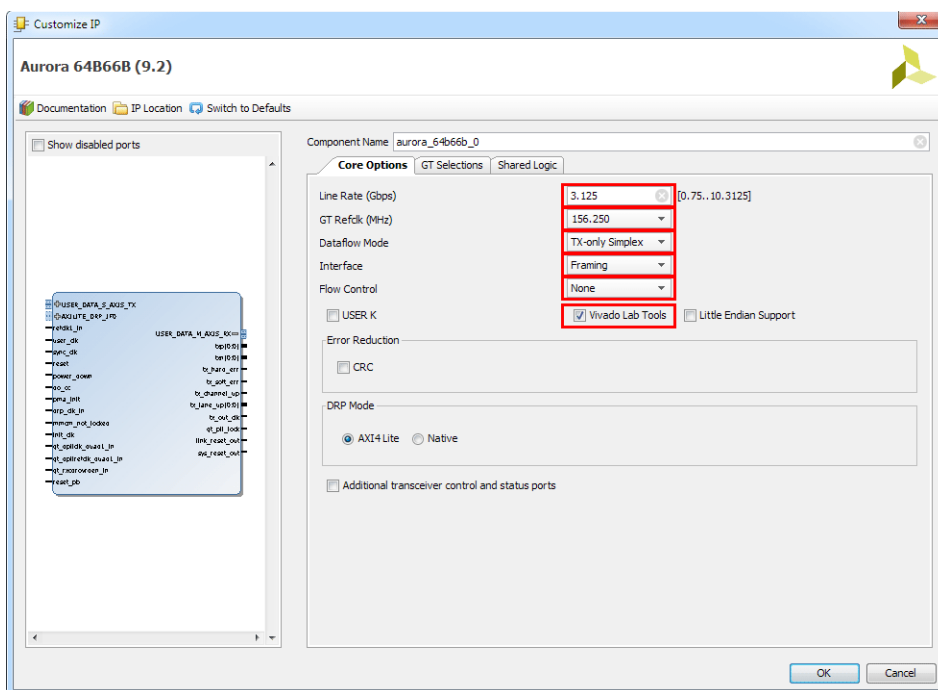

図 8 : Aurora 64B/66B シンプレックス コアのオプション設定
9. [Customize IP] ダイアログ ボックスの [Core Options] タブで、次のようにオプションを設定します (図 8 参照)。